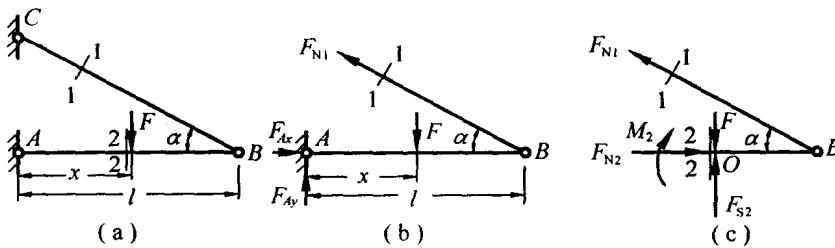

图1-3
1.3 在图1-3(a)所示的简易吊车横梁上, F 力可以左右移动。试求截面1-1和2-2上的内力及其最大值。
解 应用截面法,取图1-3(a)所示截面1-1以右部分作为研究对象,其受力如图1-3(b)所示。由平衡条件 $\sum M_A = 0, F_{N1} l \sin \alpha = Fx$,解得 $F_{N1} = Fx / (l \sin \alpha)$ 。因 x 的变化范围是 $0 \leq x \leq l$,所以当 $x = l$ 时, F_{N1} 达到最大值,即 $F_{N1\max} = F / \sin \alpha$ 。
应用截面法,取图1-3(a)所示截面1-1和2-2以右部分作为研究对象,受力如图1-3(c)所示。由平衡条件 $\sum F_x = 0, F_{N2} - F_{N1} \cos \alpha = 0; \sum F_y = 0, F_{S2} - F + F_{N1} \sin \alpha = 0; \sum M_O = 0, F_{N1} \sin \alpha (l - x) - M_2 = 0$,解得 $F_{N2} = x F \cot \alpha / l, F_{S2} = (1 - x/l)F, M_2 = (l - x)Fx / l$ 。